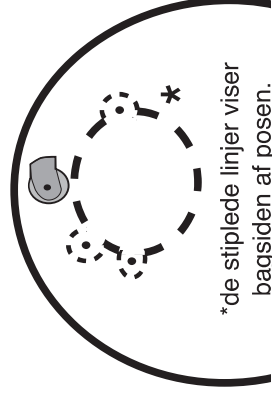

Fig. 1
- Placer OEV[™] ventilen øverst på stomiposens forside på selve inderfolien. Bedst at gøre dette et godt stykke tid før posen skal bruges, så ventilens klæber får god kontakt til folien, se fig. 1.
- Når hullet er lavet, LUKKES ventilens prop, posen krænges tilbage til normal position (se fig. 1) og er KLAR til brug.